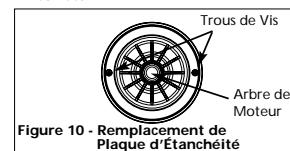

Figure 10 - Remplacement de la Plaque d'Etanchéité
2. Glisser la plaque d'étanchéité soigneusement par dessus l'arbre afin de ne pas bouger la position du joint dans la plaque d'étanchéité. La plaque doit être orientée pendant le montage pour aligner les deux trous sur une ligne horizontale à travers l'arbre de moteur et les (4) chevilles de reperage sur le dos de la plaque avec les attaches sur le carter de moteur (Figure 10). Ce placement assure le vidange et l'amorçage correct.